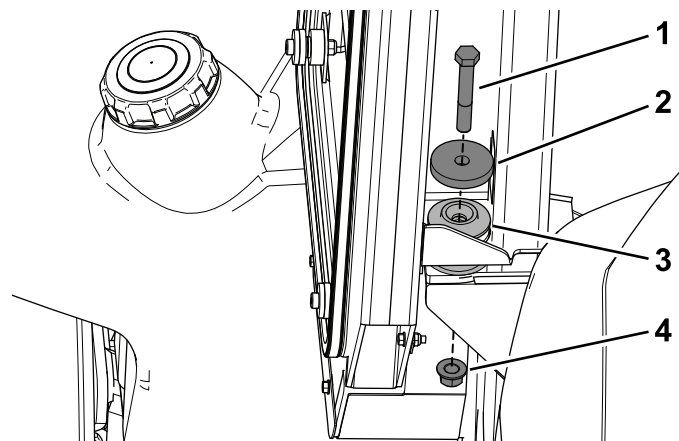

Рисунок 28
- Прикрепите кабину к задним креплениям на машине, используя болт ($\frac{1}{2} \times 3\frac{1}{4}$ дюйма), шайбу ($2\frac{1}{4}$ дюйма) и контргайку ($\frac{1}{2}$ дюйма) (Рисунок 28).